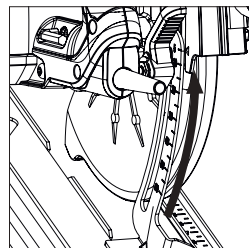

Fig. 10
(12) REGOLAZIONE PROFONDITÀ DI TAGLIO
- Allentare il meccanismo di bloccaggio della profondità di taglio tirando verso l'alto la leva di funzionamento. (Fig. 10)